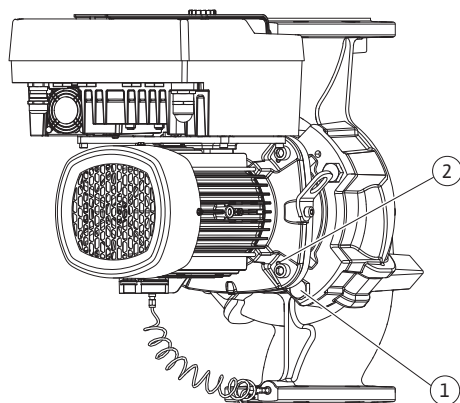

Fig. 111: Borttryckning av instickssatsen via gänghål (beroende på pumptyp)
22. Genom att skruvarna (Fig. II, pos. 10) tas bort lossas även differenstrycksgivaren från motorflänsen. Låt differenstrycksgivaren (Fig. I, pos. 8) med hållplatta (Fig. I, pos. 13) hänga på tryckmätningaledningarna (Fig. I, pos. 7). Koppla ifrån differenstrycksgivarens anslutningskabel i elektronikmodulen.
23. Pressa bort instickssatsen från pumphuset. Använd de två gänghål (se Fig. 111, pos. 1) för detta.
32. Genom att skruvarna (Fig. I/III, pos. 29) tas bort lossas även differenstrycksgivaren från motorflänsen. Låt differenstrycksgivaren (Fig. I, pos. 8) med hållplatta (Fig. I, pos. 13) hänga på tryckmätningaledningarna (Fig. I, pos. 7). Koppla från anslutningskabeln för DDG i elektronikmodulen eller lossa och dra av den från kontaktdonet.
33. Använd de två intilliggande gänghål (Fig. 111, pos. 1) för att trycka ut instickssatsen från pumphuset och använd befintliga eller lämpliga skruvar som tillhandahålls på platsen (t.ex. M10 x 25 mm).
34. För in en blocknyckel (nyckelvidd 32 mm), i lanternans öppning (Fig. III, Pos. 38) och håll fast axeln vid nyckelytorna. Lossa pumphjulsmuttern (Fig. III, pos. 22). Ta bort den underliggande brickan (Fig. III, pos. 23) och ta bort pumphjulet (Fig. III, pos. 21) från pumpaxeln. Demontera kilen (Fig. III pos. 37).
35. Dra av den mekaniska tätningen (Fig. III, pos. 25) samt distansringen (Fig. III, pos. 20).
36. Ta bort den mekaniska tätningens motring (Fig. III, pos. 26) från fästet i lanternan.